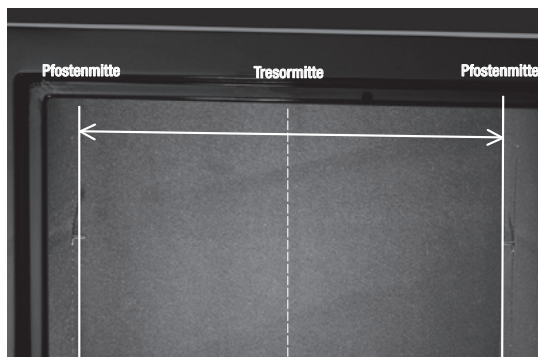

Abbildung 4. Mesurez soigneusement la distance entre les centres des montants dans votre maison
Tresors markieren. Den Abstand der Pfostenmitten zur Mittellinie zwischen den Pfosten messen. Diesen Abstand auch im Innern des Tresors rechts und links von der Tresormittellinie aufzeichnen und somit die Lage der Pfostenmitten im Tresor markieren (Abbildung 4).
- 4) Auf jeder der beiden im Tresor angezeichneten Pfostenmitten in einem Abstand von 5,08 cm von der Oberseite des Tresors mit einem Stift die Stelle der Verankerung markieren (Abbildung 4). Mit einer Klinge an den markierten Stellen ein „X“ von 5,08 x 5,08 cm in den Teppichbelag schneiden.